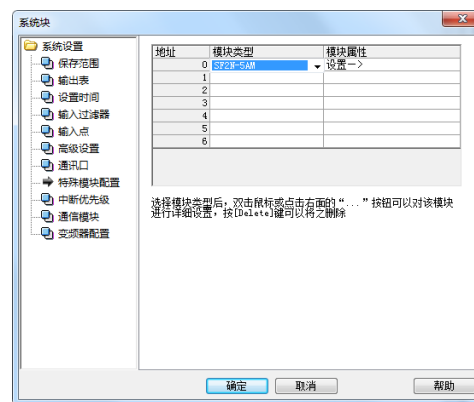
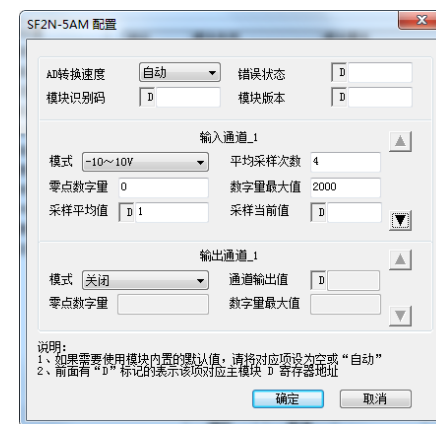

图 4-1 设置扩展模块类型
图 4-2 设置扩展模块参数
9. BFM#4094为模块软件版本信息。自动显示在后台软件的SF2N-5AM配置界面面上的**模块版本**栏，见图4-2。
例：SF2N-5AM模块地址为1（扩展模块的编址方法，参见《SF2N系列可编程控制器用户手册》），使用其第1、2、3、4通道，输入电压信号（-10V~10V），输入通道平均值点数设为4，并且用数据寄存器D1、D2、D3、D4接收平均值转换结果；输出通道置模式0，输出电压信号10V，使用D5单元。如图4-1，设置扩展模块的类型；然后如图4-2，设置扩展模块实际使用的参数。图示为设置第1通道和输出通道的参数，同样的方法分别设置其它3个输入通道。